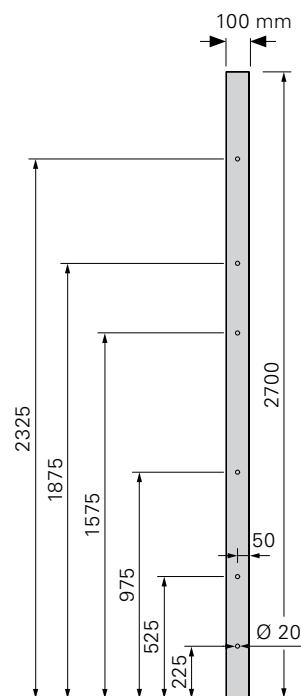

Fig. A3.06c
1. Praticare 6 fori $\varnothing 20$ mm in un travetto di compensazione largo max. 5 cm. Per poter installare il tenditore DUO (22) è necessario rispettare rigorosamente lo schema di foratura (Fig. A3.06c).